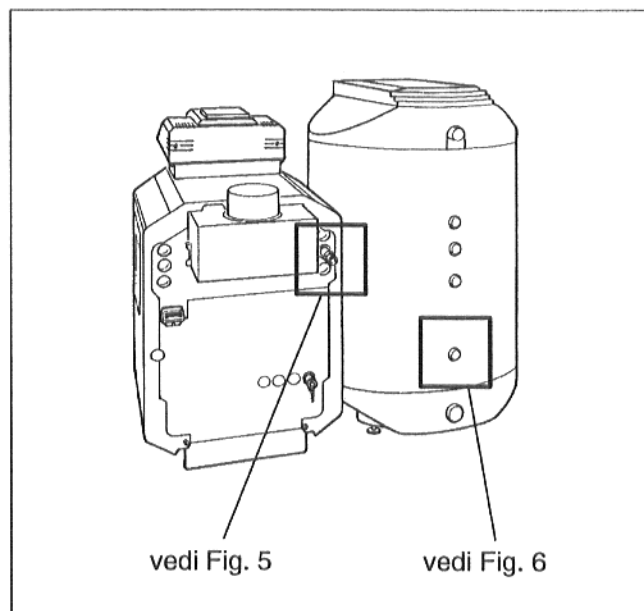
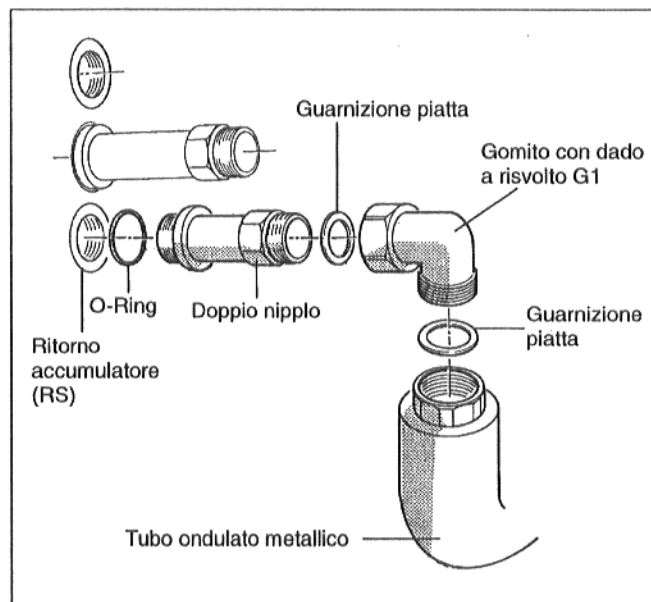
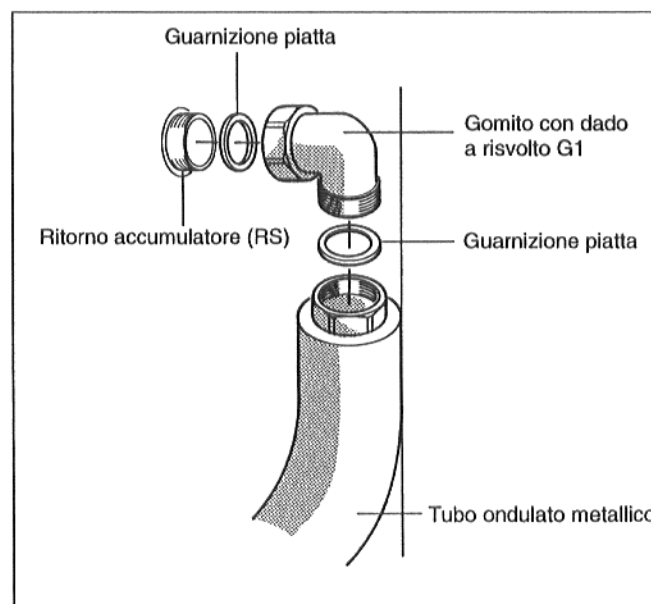

Fig. 4 Vista posteriore prima del montaggio
Fig. 5 Ritorno accumulatore a livello della caldaia
Fig. 6 Ritorno accumulatore
- Collocare l'O-Ring nella scanalatura del doppio nipplo e avvitare quest'ultimo nel ritorno accumulatore a livello della caldaia (Fig. 4 e Fig. 5).
- Inserire la guarnizione piatta nel dado a risvolto G1 di un gomito e avvitare quest'ultimo con il doppio nipplo (Fig. 4 e Fig. 5).
- Inserire la guarnizione piatta nel dado a risvolto del tubo ondulato metallico di ritorno (tubo più corto), preformare il tubo ondulato metallico e avvitarlo al gomito (Fig. 4 e Fig. 5).
- Inserire la guarnizione piatta nel dado a risvolto G1 del secondo gomito e avvitare il gomito a livello del ritorno accumulatore (Fig. 4 e Fig. 6).
- Inserire la guarnizione piatta nel secondo dado a risvolto del tubo ondulato metallico e avvitare quest'ultimo sul gomito (Fig. 4 e Fig. 6).